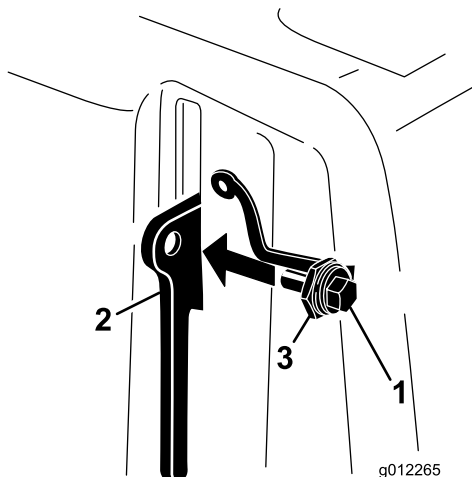

Figura 18
3. Enrosque el perno en la palanca del cierre (Figura 18).